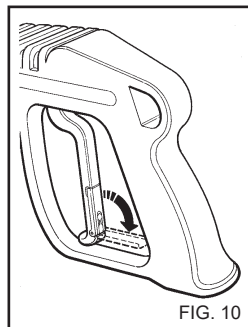

FIG. 10
- Wanneer de hogedruk-waterspuit niet wordt gebruikt, de beveiliging van de handgreep sluiten. (fig. 10)